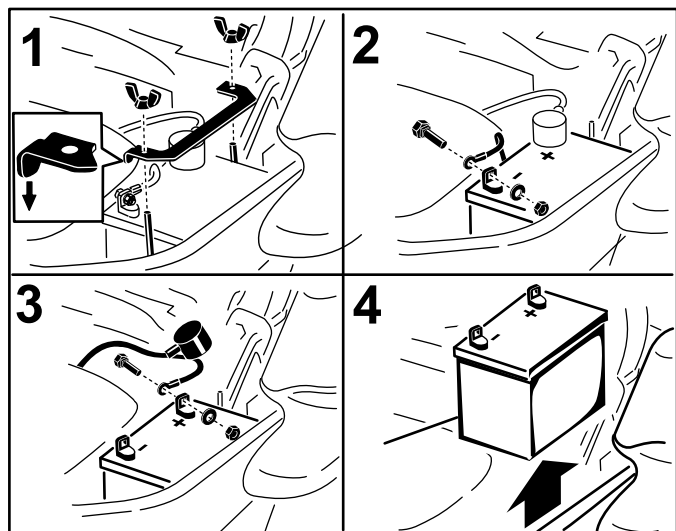

図 46
3. まず、黒いケーブル（－）をバッテリーの（－）端子から取り外す（図 46）。
4. 次にプラス端子についている赤い保護カバーをずらして、赤いプラス（＋）ケーブルを露出させる（図 46）。
5. バッテリークランプを固定している蝶ナットを外す (図 46)。
6. クランプを外す (図 46)。
1. バッテリーをトレイの上に置く；端子が油圧オイルタンクと反対側を向くように置く (図 46)。
4. 両方のケーブルをボルトとロックナット2組を使って固定する (図 46)。
6. クランプを取り付け、蝶ナットで固定する (図 46)。